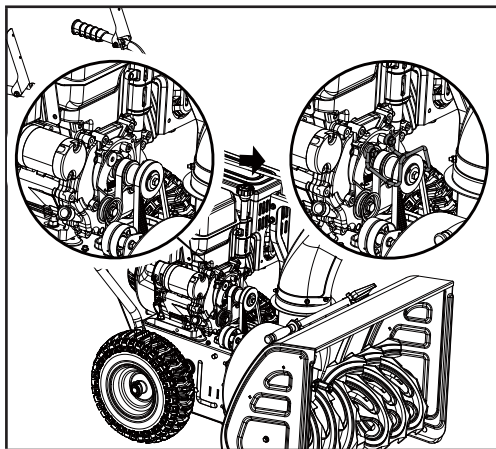

Figure 40
8. Enlevez la courroie d'entraînement de la poulie en la faisant glisser. Enlevez la courroie et remettez-en une en place en suivant les étapes dans l'ordre inverse en vous assurant que la nouvelle courroie est sous la poulie tendeur à ressort (figure 40).
9. Remplacez le protège-courroie et installez les boulons (20 mm / 30 mm) qui avaient été enlevés précédemment. Une fois le protège-courroie réinstallé, assurez-vous que la distance est la même des deux côtés entre la poulie et le protège-courroie (figure 40).